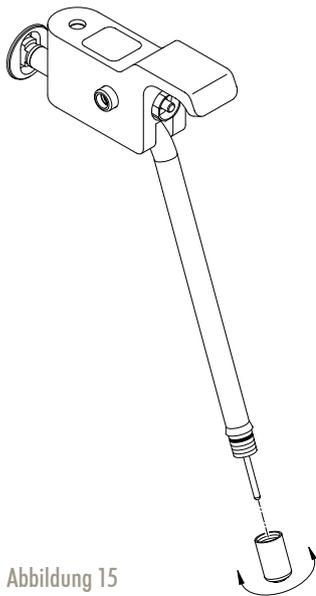

Abbildung 15
2. Schrauben Sie die Dampfdüse vom Dampfrohr ab (Abb. 15) und legen Sie die Düse in den Krug.
8. Zum Schluss schrauben Sie die Dampfdüse wieder an den Auslauf (Abb. 15).